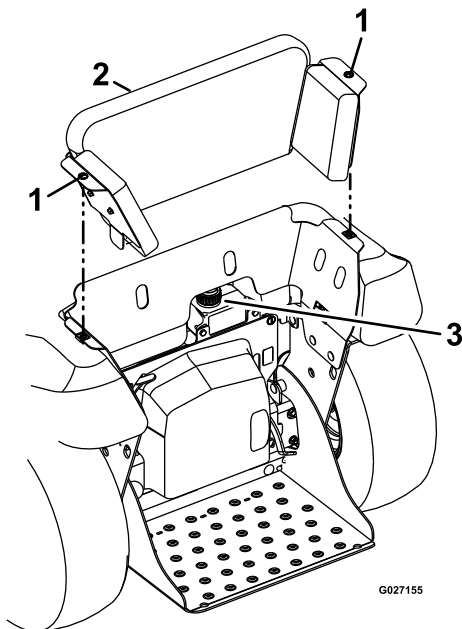

Figure 97
2. Tournez dans le sens antihoraire les 2 fixations quart-de-tour qui fixent le protège-genoux au châssis de la machine (Figure 97).
3. Soulevez le protège-genoux légèrement en arrière et déposez-le de la machine (Figure 97).
4. Nettoyez la surface autour du vase d'expansion et enlevez le bouchon (Figure 97).
7. Revissez fermement le bouchon sur le vase d'expansion (Figure 97).